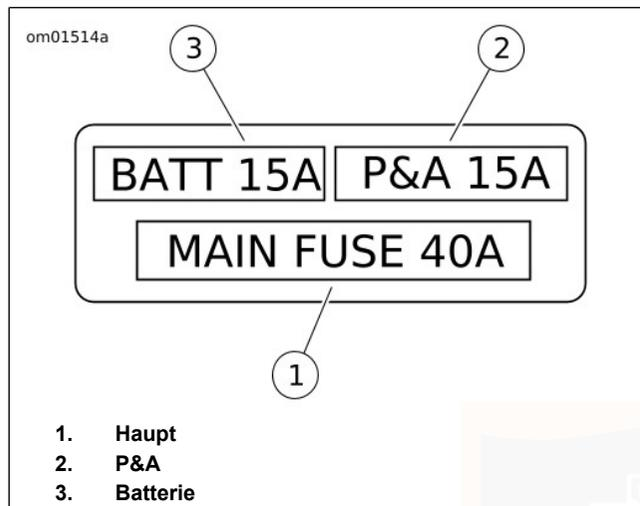

Abbildung 74. Sicherungsblock
Siehe Abbildung 74. Die Stromkreise werden durch drei Sicherungen geschützt. Die einzelnen Stromkreise des Fahrzeugs werden durch das Zentralsteuergerät (BCM) geschützt.
4. Siehe Abbildung 74. Defekte Sicherung ausbauen.